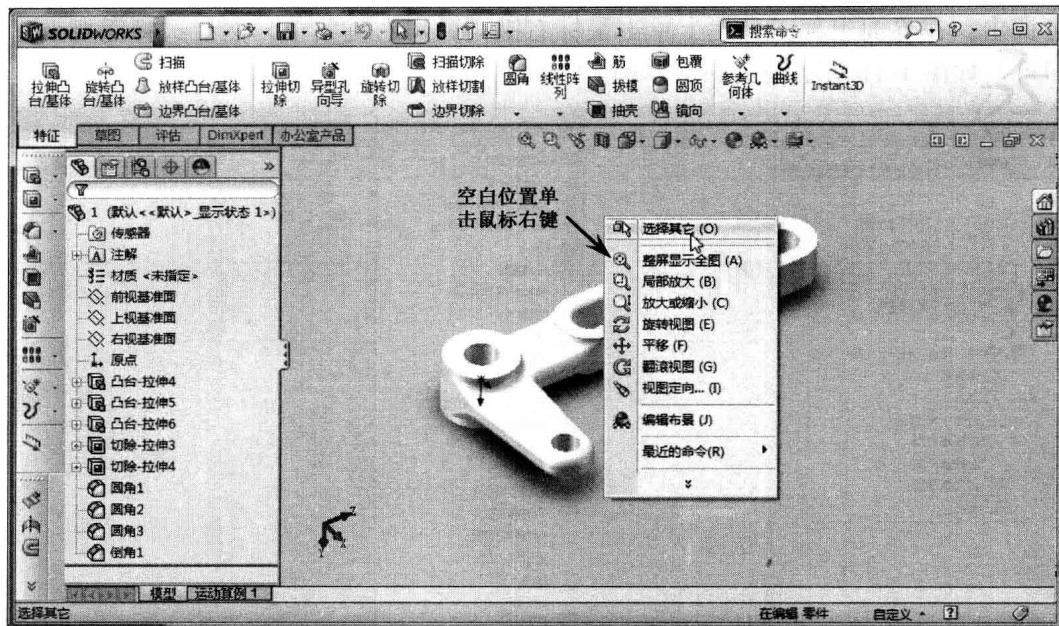

图 1-10 绘图区空白位置单击鼠标右键
- ☆ 绘图区——绘图区占据着设计界面的大部分空间，用于显示正在设计中的图素或打开的文件模型。另外，在绘图区的空白位置单击鼠标右键，会弹出相应的右键菜单，其包含了一些常用的操作命令，如图 1-10 所示。